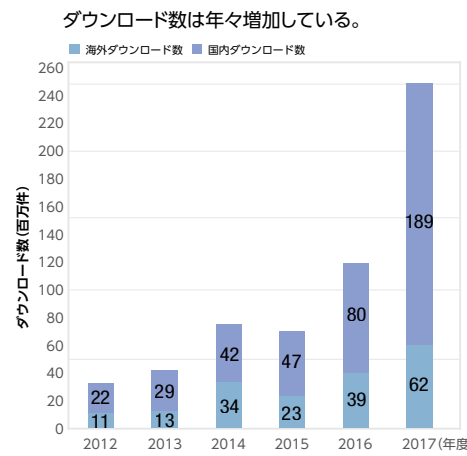

図2 ダウンロード数の推移
日本の学協会が発行する学術誌の電子化と流通促進を目的とする電子ジャーナルプラットフォーム「J-STAGE」は、1999年にサービスを開始した。現在、国内学協会のほぼ半数に相当する約1400団体が発行する約2600誌と、そこに掲載されている約460万報の論文を掲載している(2018年6月現在。収録誌の分野は図1を参照)。このうち約9割の論文が無料で閲覧できることが大きな特徴の1つで、ダウンロード数は年々増加している(図2)。
40日後、女王の間の2カ所に設置した原子核乾板を回収した。刻まれたミュオンは、約1100万個にも上った。これを読み取り装置で解析したところ、大回廊と呼ばれる王の間につながる巨大空間の上で、同一方向に多くのミュオンが通り抜けていることが確認された(図2)。それはすなわち未知の空間が存在することを示唆する。
■図2 女王の間の2つの異なる場所(赤)に合計1.8平方メートル(複数回の交換を含む)の原子核乾板を設置した。高エネルギー加速器研究機構(KEK)はミュオンが当たると発光するプラスチックシンチレーターを使った(黄緑)。